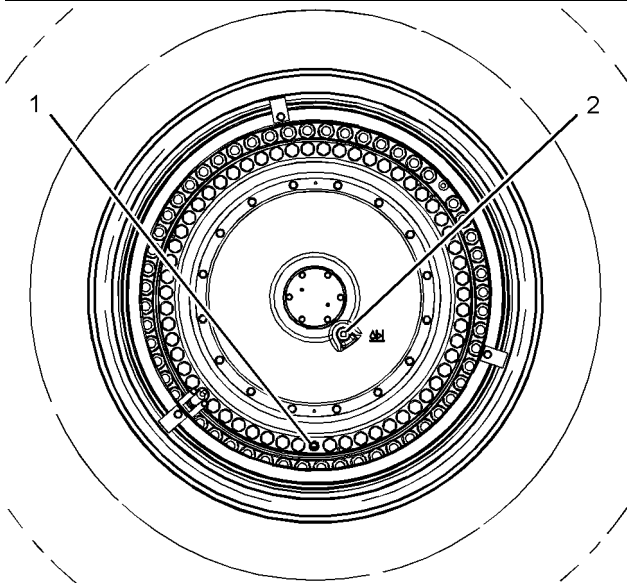

Ilustración 174
16. Quite la tapa (7) o la tapa (8) y llene el diferencial a través de la abertura. Añada aceite hasta que el nivel esté en la gama verde (A) de la mirilla (11).
- a. Quite el tapón de llenado del diferencial (9). Añada aceite a través de la abertura del tapón de llenado hasta que el aceite se vea en la mirilla (10). Limpie el tapón de llenado del diferencial y el área alrededor de la abertura del tapón de llenado. Instale el tapón de llenado del diferencial.
- 19.** Quite los tapones magnéticos de llenado (2) de los mandos finales. Consulte la Ilustración 174. Llene cada mando final hasta la parte inferior de la abertura del tapón de llenado. Cuando el tapón del drenaje del mando final está en la posición más baja, el tapón de la abertura de llenado del mando final estará en el nivel correcto del aceite.